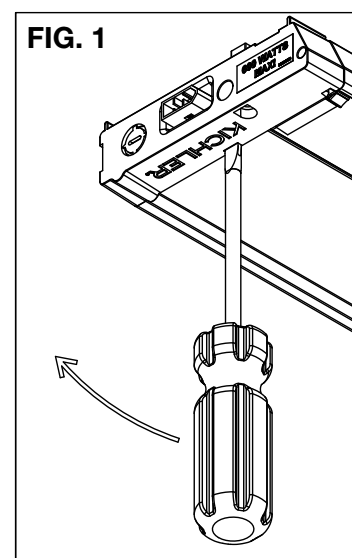

FIG. 2
3. Retirer la partie défonçable pour faciliter l'accès au conduit. La partie défonçable doit être retirée en insérant un tournevis à tête plate dans la fente de la partie défonçable et basculant de haut en bas jusqu'à ce que la partie défonçable soit éjectée (voir FIG. 2)